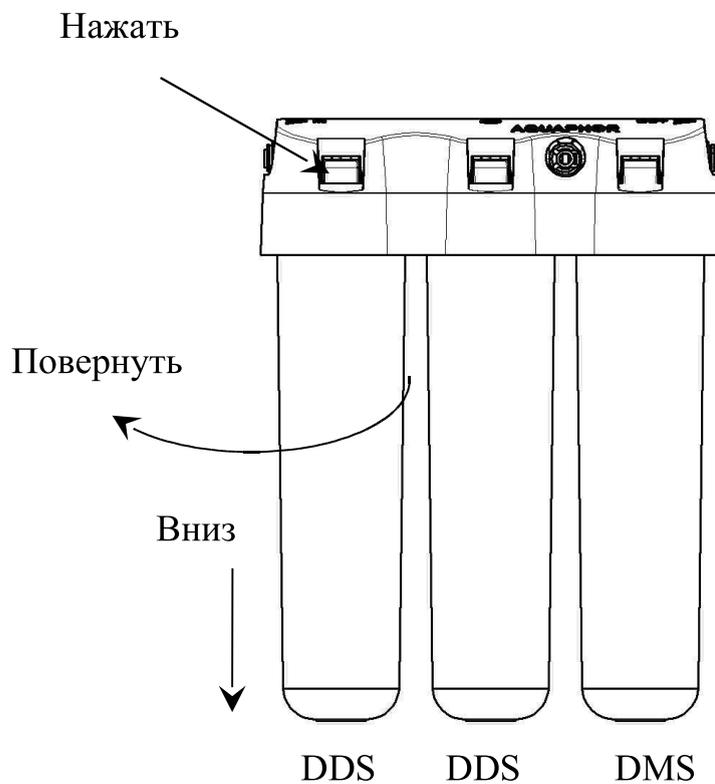

Рис. 1
- (см. Рис.1, Схему установки модулей).